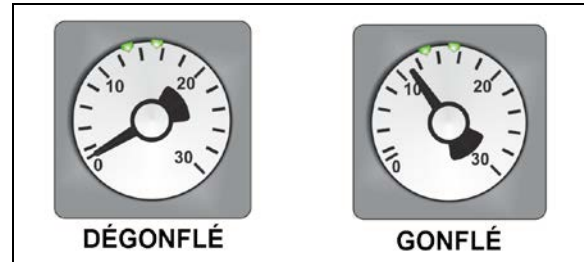

FIGURE 42: MANOMÈTRE DE JOINT GONFLABLE 26117
4. Finalement, le joint gonflable peut être regonflé en tournant la poignée de la soupape dans le sens antihoraire. Vérifier le manomètre du régulateur de pression du joint gonflable pour voir si la pression augmente jusqu'à environ 11 psi. (Figure 42). L'aiguille du manomètre doit être placée entre les deux petits repères verts du cadran.
7. Finalement, le joint gonflable peut être regonflé en tournant la poignée de la soupape dans le sens antihoraire. Vérifier le manomètre du régulateur de pression du joint gonflable pour voir si la pression augmente jusqu'à 11 psi (Figure 42).